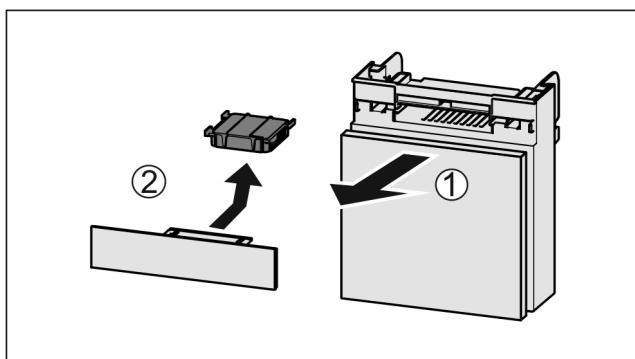

Fig. 155
- Vytiahnite zásuvku smerom dopredu Fig. 155 (1).
- Vyberte aktívny uhlíkový filter Fig. 155 (2).